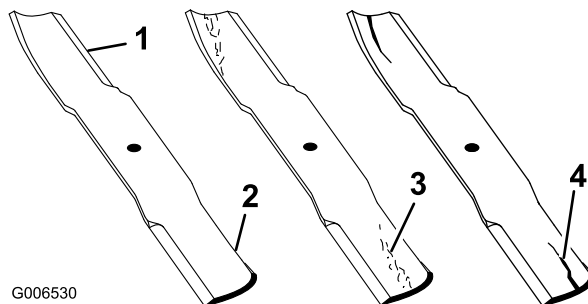

Figura 77
1. Inspeccione los filos de corte (Figura 77). Si los bordes no están afilados o tienen muescas, retire las cuchillas y afílelas. Consulte Afilado de las cuchillas.
2. Inspeccione las cuchillas, especialmente la parte curva (Figura 77). Si observa daños, desgaste o la formación de una ranura en esta zona (Figura 77), instale inmediatamente una cuchilla nueva.